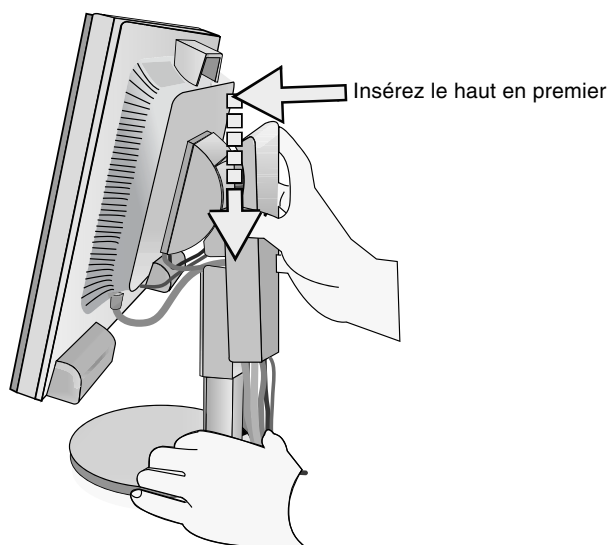
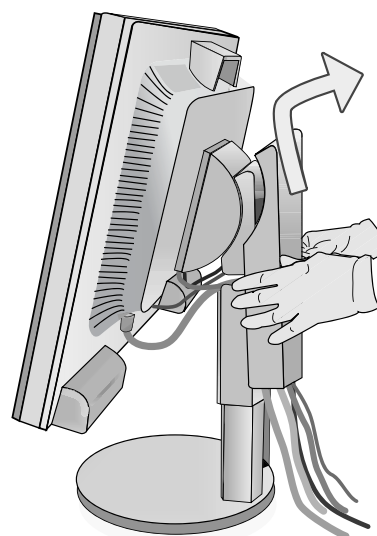

Figure D.1
Figure D.2
7. Maintenez fermement les câbles et placez le cache-câbles sur le support (**Figure D.1**). Pour retirer le cache-câble, soulevez le couvercle comme indiqué sur la **Figure D.2**.